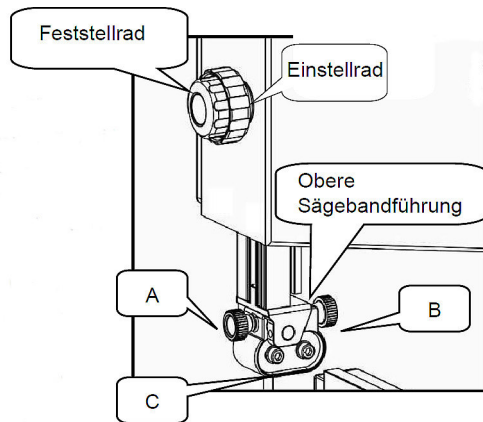
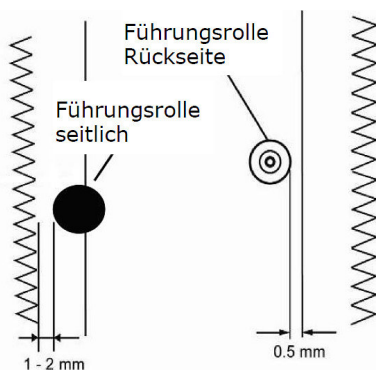
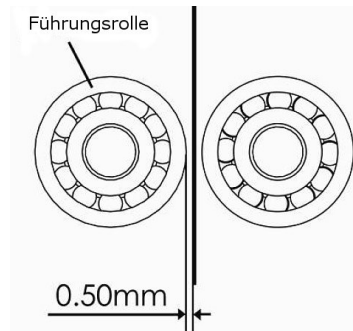

Abb. 51: Position der oberen Bandführung einstellen
Abb. 52: Einstelle der Führungslager
Abb. 53: Einstelle der Führungsroller
Schritt 1: Lösen Sie das Feststellrad der Sägebandführung und stellen Sie mit Hilfe des Einstellrads die Höhe ein. Danach das Feststellrad wieder festziehen (Abb.51).
Schritt 2: Lösen Sie die Schraube (A, Abb.51) und stellen Sie die Position des Führungslagers so ein, dass das Führungslager 1 oder 2 mm (Abb.52) von den Zähnen des Sägeblattes entfernt ist. Ziehen Sie danach die Schraube (A, Abb.51) wieder fest.
Schritt 3: Lösen Sie die Schraube (B, Abb.51) und stellen Sie die Rückseite der Führungsrolle auf 0,5 mm (Abb.53) hinter der Klingenrückseite ein. Ziehen Sie den Knopf (B, Abb.51) wieder fest.
Schritt 4: Lösen Sie die Schraube (C, Abb.51) und stellen Sie das Führungslager auf eine Position ein, die 0,5 mm vom Messer entfernt ist. Ziehen Sie die Schraube (C, Abb.51) wieder fest.